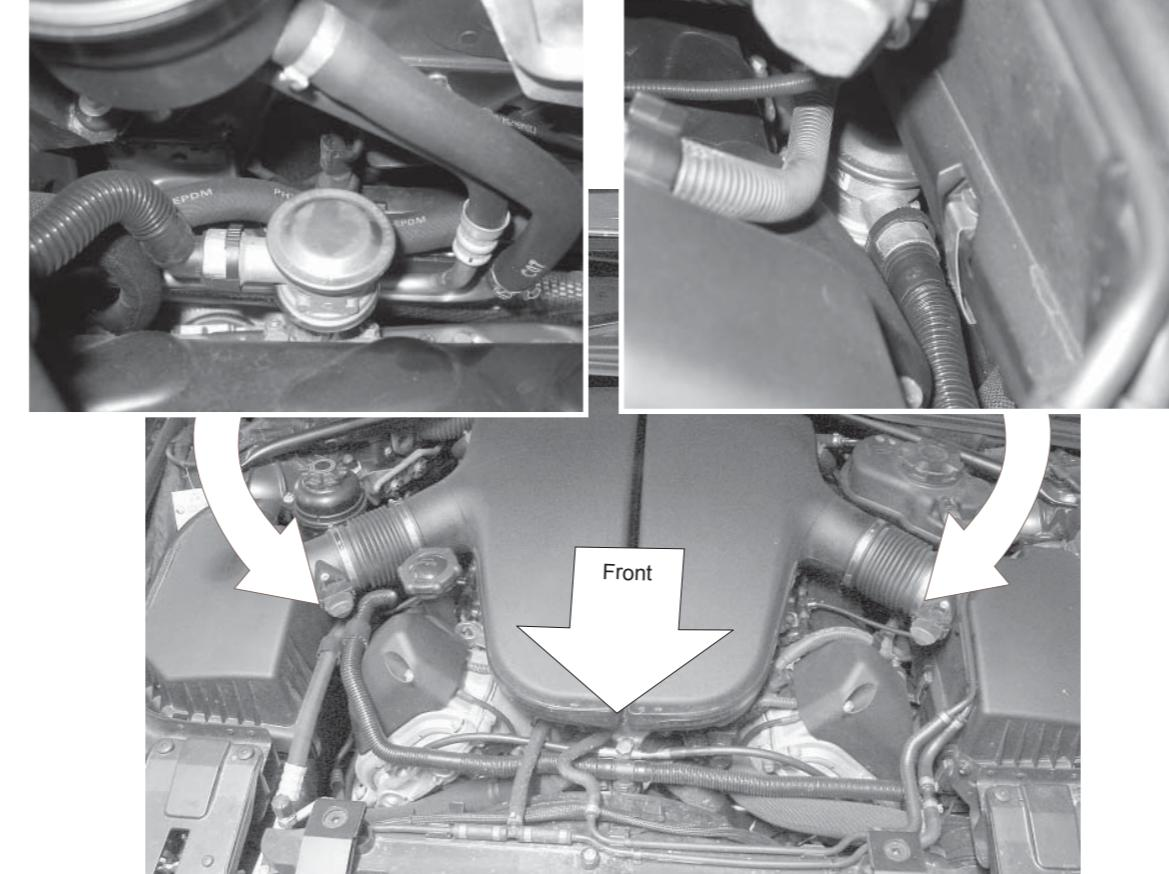
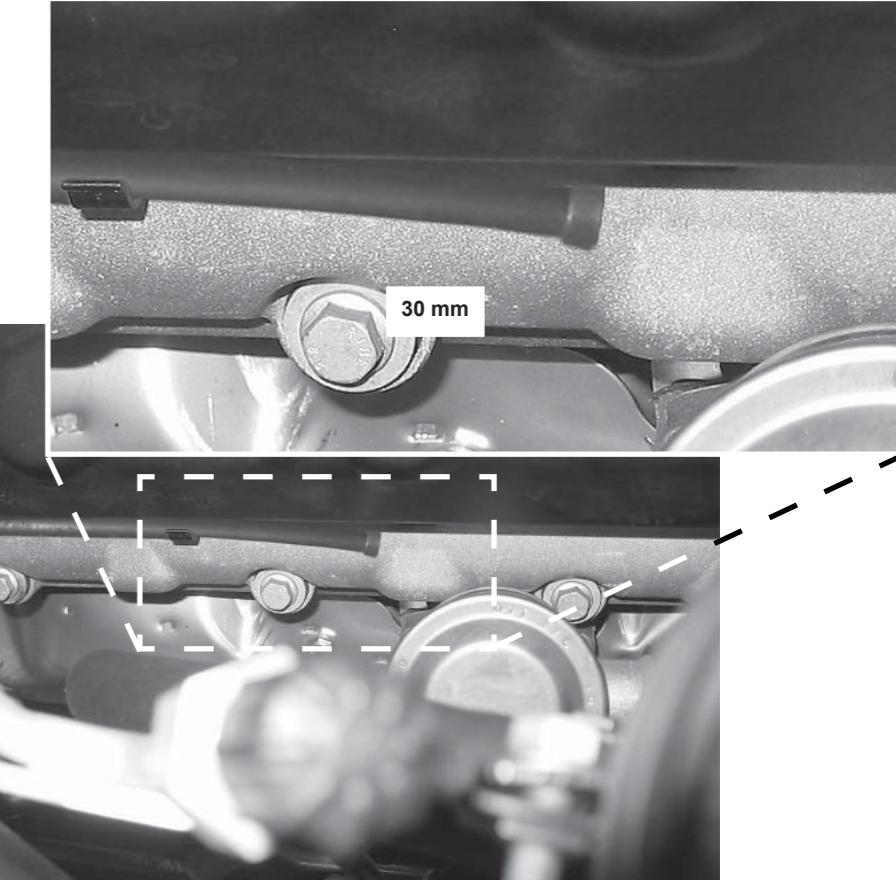

Abb. 2/Fig. 2/Рис. 2
Abb. 3/Fig. 3/Рис. 3
На каждой из обеих сторон цилиндра находится отдельный клапан (смотри рис. 2). При замене должны быть обновлены оба. Последующее описание и соответствующие изображения относятся к правой (в направлении движения) стороне (смотри рис. 3). Замена на левой стороне происходит аналогично.
- Находящийся под разряжением трубопровод (2) отрезать примерно на расстоянии 30 мм от крепления (7) (смотри рис. 3).
- Демонтировать установленный отключаемый обратный клапан (3) (старой конструкции).
- Находящийся под разряжением трубопровод (2) закрыть с помощью входящей в комплект поставки заглушки (4) и зафиксировать в креплении (7).
- Встроить новый отключающий клапан системы вторичного воздуха (5) (новой конструкции) с новым уплотнением (6).